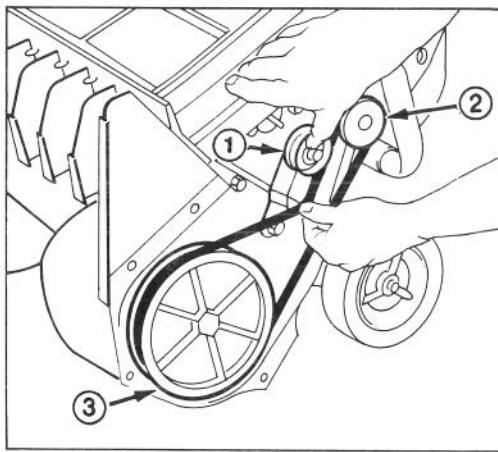

Abb. 9
3. **ENTFERNEN DES RIEMENS** (Abb. 9) — Die Spannrolle etwas hochziehen und gleichzeitig den Riemen herausziehen. Die Spannrolle langsam sich lösen lassen, sobald sie beim Riemen vorbeigleiten kann. **DIE SPANNROLLE NICHT ZURÜCK-SCHNAPPEN LASSEN**. Den Antriebsriemen von den Rotor- und Motorriemenscheiben abnehmen.